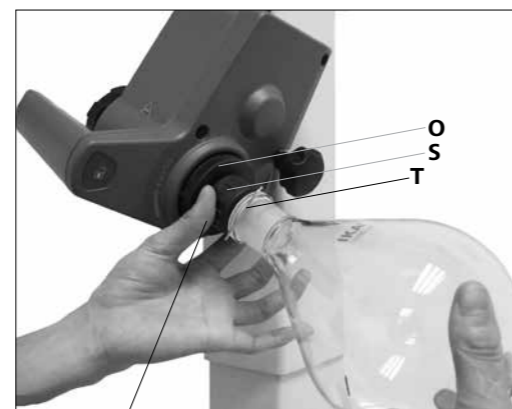

Fig. 15b
- Поверните пластмассовую гайку (P) с хомутом (S) против часовой стрелки так, чтобы хомут лег на фланец. (Fig. 15b)
- Теперь поверните пластмассовую гайку по часовой стрелке так, чтобы хомут плотно прилегал к фланцу. Для этого держите фиксатор (O) паропроводной трубки.